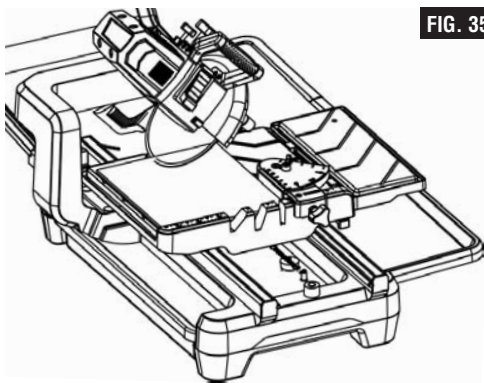

FIG. 35
- En plaçant les mains fermement sur le guide longitudinal et le carreau en même temps, faites glisser doucement la table de travail coulissante en direction de la lame afin de mettre lentement le carreau en contact avec la lame. Puis continuez à pousser jusqu'à ce que la lame ait fini de couper le carreau (Fig. 35).